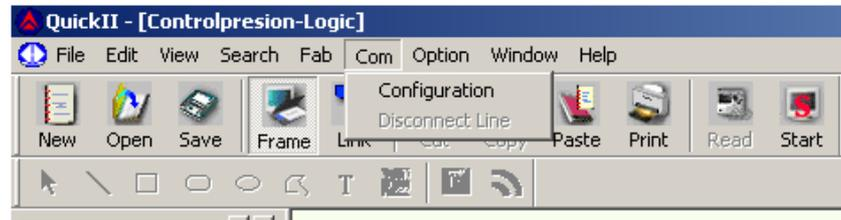

Figura. 4.26. Visualización de la opción Com
2. Se debe localizar la opción Com en la Barra de Menús como se indica en la figura 4.26.